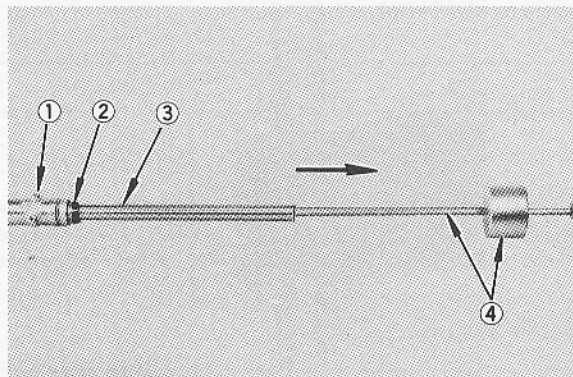

Fig. 5-6-5
5. Using the special tools (armature impact puller and weight), remove the inner tube assembly and damper assembly from the outer tube. The fork oil seal can be removed at the same time. (Fig. 5-6-5)
5. En utilisant des outils spéciaux (débrideur et poids), enlever le tube interne et l'assemblage d'amortisseur du tube extérieur. L'huile de fourche comporte un joint qui peut être enlevé en même temps. (Fig. 5-6-5)